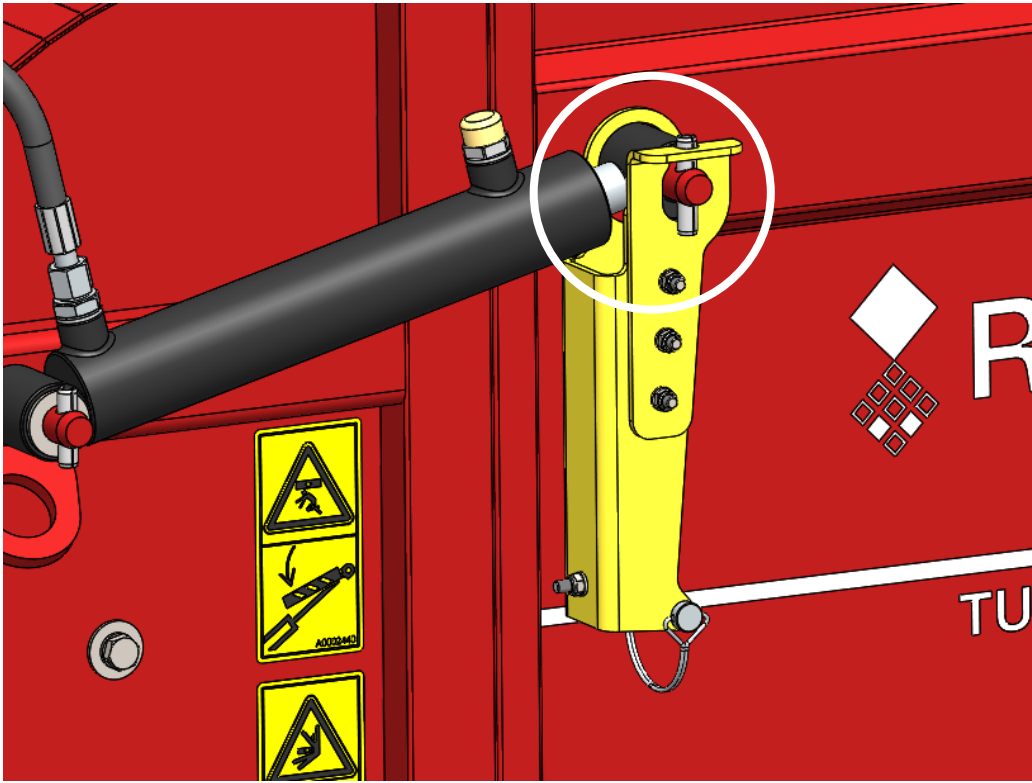

Fig. 14
12. Ontgrendel de cilindervergrendeling en draai ze terug naar de werkstand. Zorg ervoor dat het slot met de pen is vergrendeld (Fig. 14).